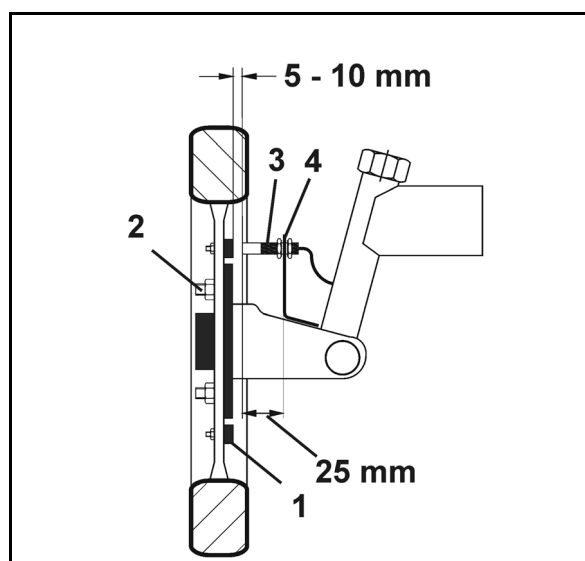

Fig. 74
1. Fordel magneterne (Fig. 74/1) jævnt på en delecirkel i traktorforhjulet.
2. Magneterne (Fig. 74/1) monteres v.h.a. skruer (Fig. 74/2) af ikke-magnetisk materiale (f.eks. messing- eller rustfrie skruer).
4. Monter sensoren (Fig. 74/3) med en universalholder (Fig. 74/4) på traktorens forhjulstap - bag akslen set i kørselsretning.